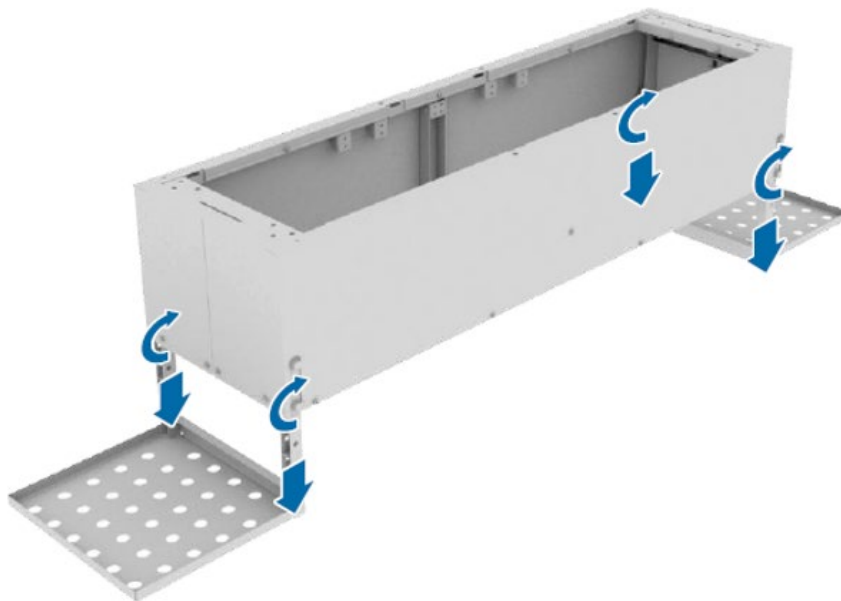

Abbildung 19: Huawei Erdsockel für den Überbau
- alternativ mit dem KVz-Umrüstgestell (siehe Abbildung 19) aufzustellen. Das KVz-Umrüstgestell (MNr 40235945) kann ggf. beigestellt werden.